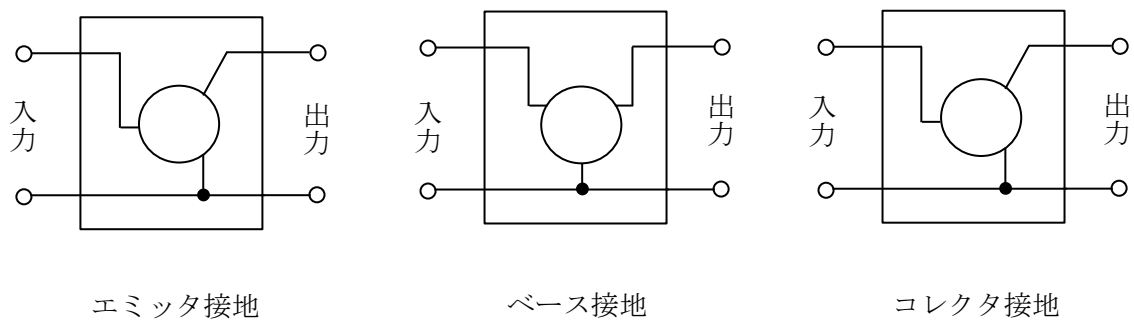

図5-2
(2) 図5-2は、npn トランジスタの接地方式を示すためのものである。それぞれの接地方式に合うように丸部のトランジスタの回路記号を完成させよ。なお、端子を表す記号（B、C、E）についても記入すること。